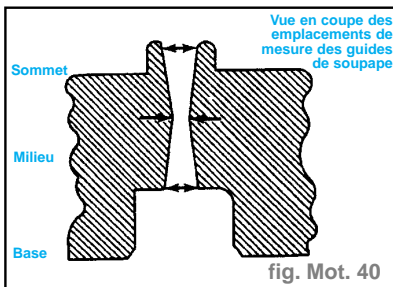

fig. Mot. 40
- Utiliser un petit calibre et un micromètre pour mesurer les guides de soupape en trois points : au sommet, au milieu et à la base (fig. Mot. 40). Se référer au Tableau des spécifications de guide de soupape. Remplacer les guides hors normes.